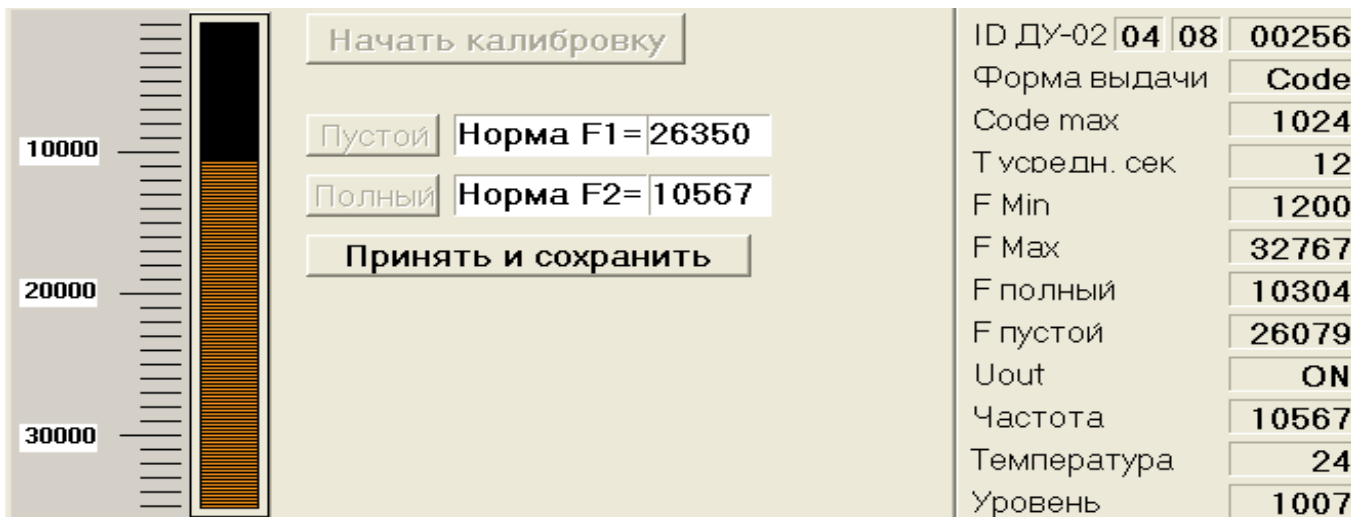

Рис. 5. Фрагмент окна «Калибровка» при нормальном ходе процесса «Калибровка».
2.2.4 Расположив датчик вертикально рабочей частью вниз поместить всю рабочую часть датчика в жидкость, уровень которой датчик будет в дальнейшем контролировать. Убедиться в том, что значение частоты в строке «Частота» поля «Состояние датчика» установилось и нажать кнопку «Полный». На экране ПЭВМ должно отобразиться окно, фрагмент которого приведен на рис. 5.